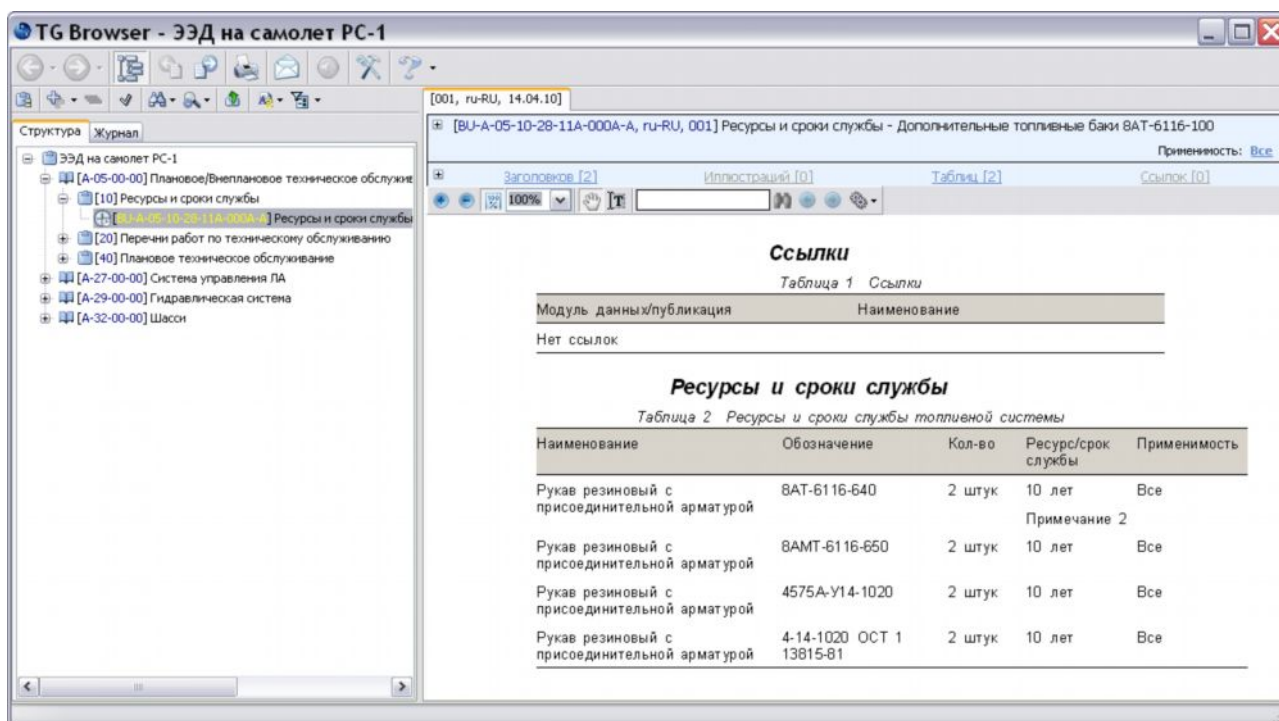

Рис. 7.36
- В левом окне на вкладке **Структура** найдите название модуля данных и щелкните по нему левой кнопкой мыши. Справа появится окно просмотра с документом (Рис. 7.36).